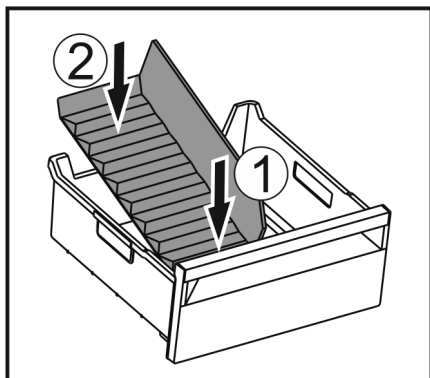

Fig. 174
- ▶ Sæt den forreste del af frostrumsadskilleren i. Fig. 174 (1)
- ▶ Sæt den bageste del af frostrumsadskilleren ned i skuffebunden. Fig. 174 (2)